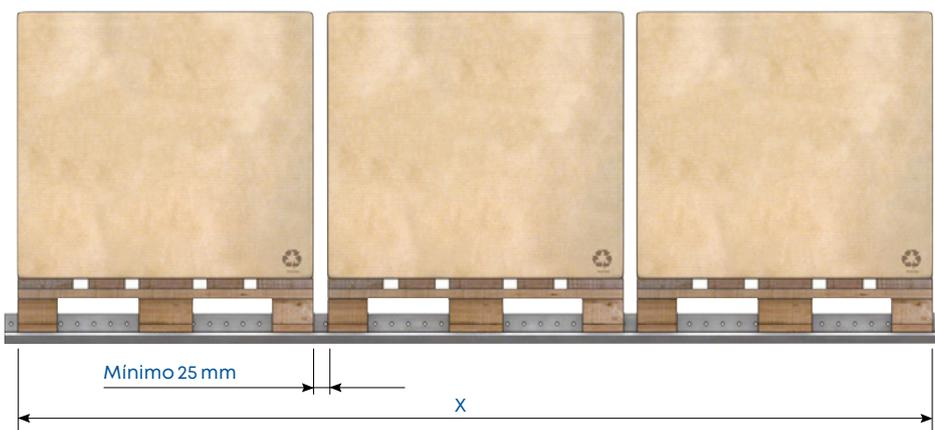

Figura 4
**X:** suma de la profundidad de todos los palets (contando la medida de la carga si esta sobresale) más una holgura por unidad de carga de, como mínimo, 25 mm (figura 4).
Para las holguras en profundidad se ha de aplicar el mismo criterio que con el carril GP (figura 4).